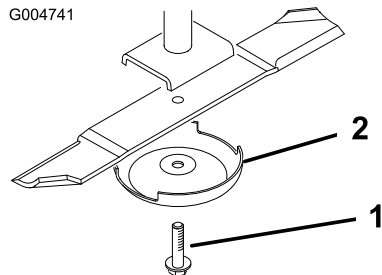

Figure 96
2. Tenez la lame à son extrémité avec un chiffon ou un gant épais. Enlevez le boulon, la coupelle de protection et la lame de l'axe de pivot (Figure 96).